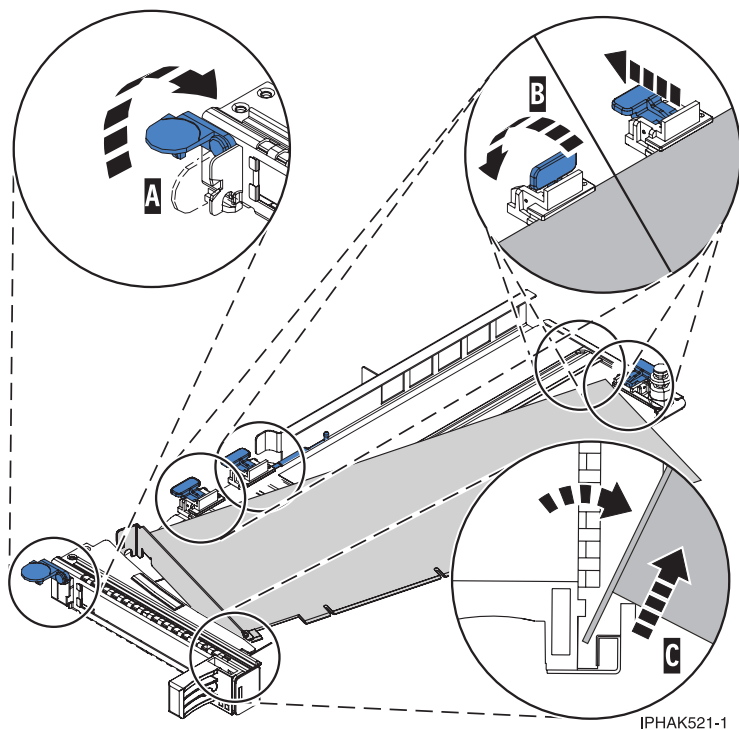

Figure 130. Retrait de la carte de la cassette de cartes PCI
- a. Déverrouillez les crochets de retenue de la carte en faisant tourner l'étrier de retenue (A) pour le mettre en position horizontale. Voir figure 130, à la page 150.
- b. Poussez les crochets de retenue (B) hors de la carte.
- c. Déverrouillez le levier de blocage de contre-poupée de la carte (C).